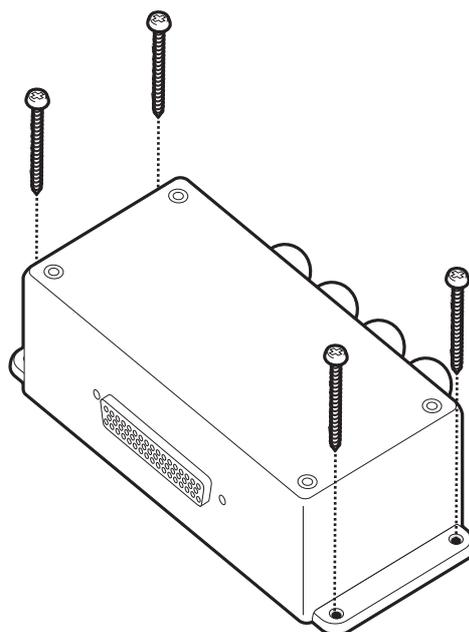

Figure 38 Installation de la boîte de connexion
- L'émetteur est fourni avec quatre vis autotaraudeuses pour fixer la boîte de connexion à une surface adaptée. Veuillez consulter Figure 38 pour plus d'informations.